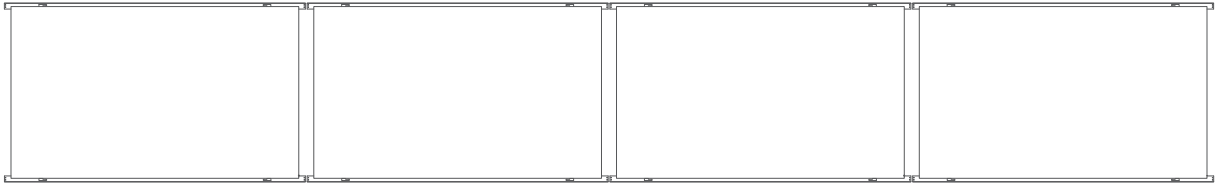
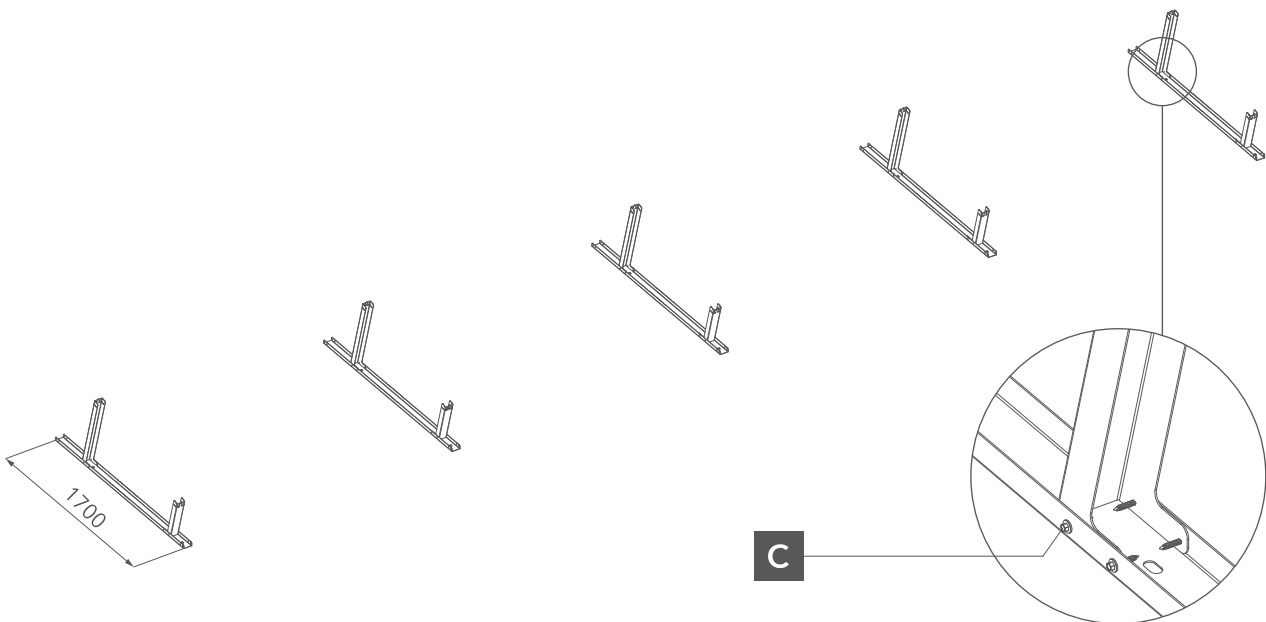

Abb. 1 Modularer Aufbauplan
Abb. 2 Anordnung der Montagedreiecke
- 1 Vor der Montage muss der Aufstellungsplan für die Module (Abb. 1) und die Montage-dreiecke (Abb. 2) festgelegt werden. Die Art der Befestigung der Montagekonstruktion auf dem Dachfeld hängt von der Art des Daches ab und wird individuell gewählt.